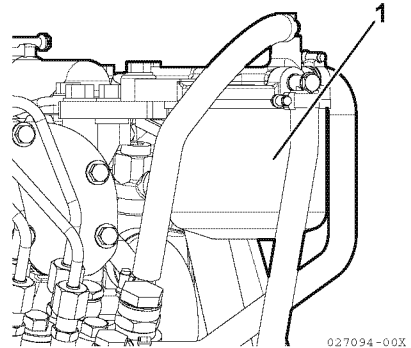

Figure 13
2. Rimuovere il filtro a cartuccia (**Figure 13, (1)**) con una chiave per filtro.